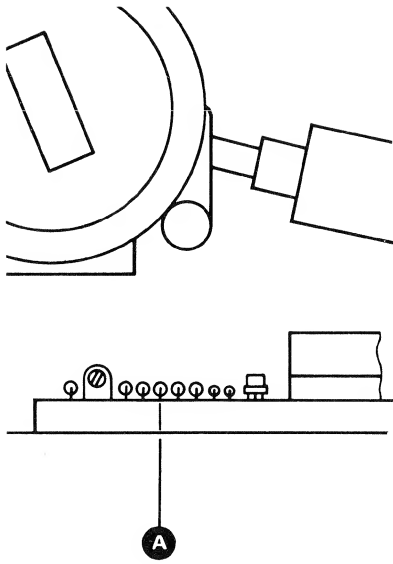

Fig. 5.6.—1
- Im beleuchteten Zustand muss am Punkt (A) (Fig. 5.6.—1) eine Gleichspannung von 4,2 V sein. (Messung mit einem Universalinstrument mit mindestens 20 000 Ohm/V DC.) Das Potentiometer soll auf Mittelstellung stehen.
- Bei eingelegtem Band (PE 36 RX) muss die Gleichspannung am Punkt (A) kleiner als 1 V sein.
- When illuminated a DC voltage of 4.2 V must be present at point (A) (fig. 5.6.—1); measured with an instrument with at least 20 kohms/V DC. The potentiometer should be in the centre position.
- With a tape in position (PE 36 RX) the DC voltage at point (A) should be less than 1 V.